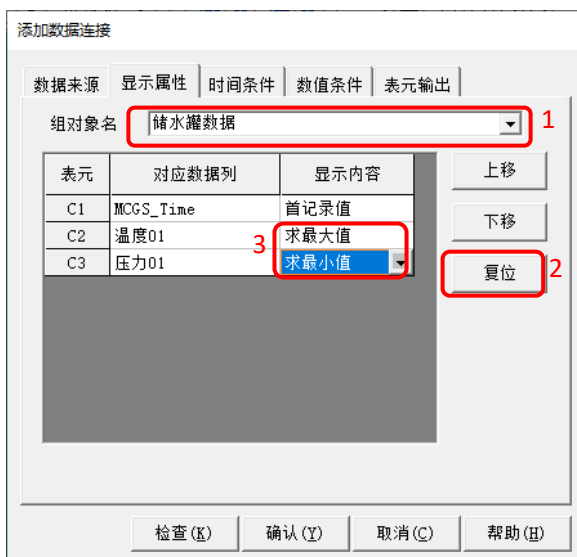

图 5.2-26 显示属性设置
- ⑥ 设置显示属性：如图 5.2-26，在“显示属性”页，组对象名选择“储水罐数据” → 点击“复位” → 按照需要修改“显示内容”。